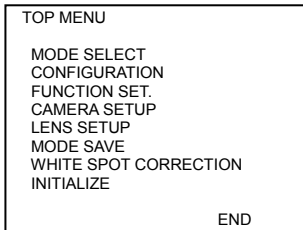

Abbildung 7-1: HAUPTMENÜ
2. Daraufhin erscheint der in Abbildung 7-1 gezeigte Bildschirm.